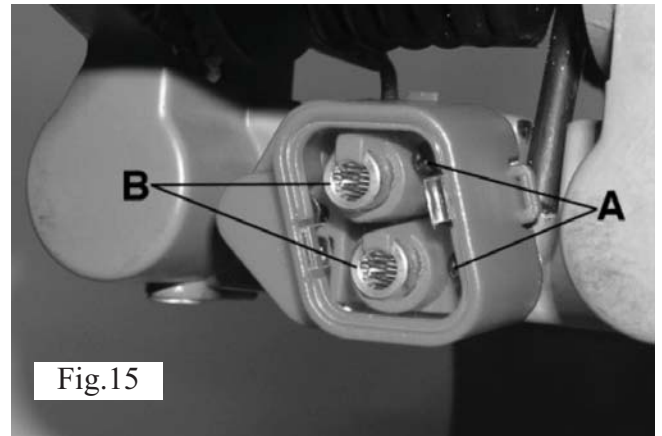

Fig.15
2. Løsn stjerneskrue (A) på fig. 15 ved siden af hvert lasersigte (B).
4. Drej begge laserspidser (B), indtil laserstrålerne er justeret perfekt til begge sider af snitrillen. Når de er justeret korrekt, holdes laserspidserne, så laserdioden ikke flytter sig, og stjerneskrue (A) spændes. Gentag fremgangsmåden for den anden laserspidser.